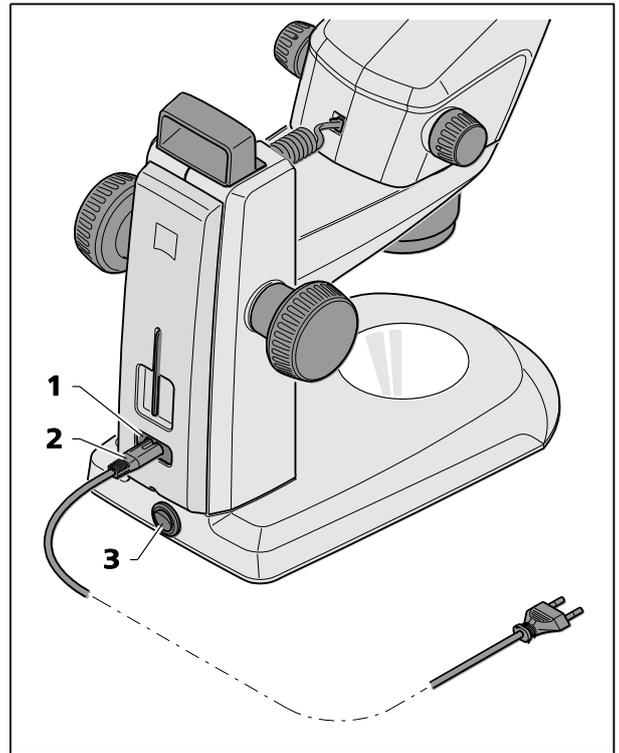

Fig. 17 Connexion du stéréomicroscope
- Insérer le câble d'alimentation (Fig. 17/2) dans la prise d'alimentation (Fig. 17/1) du statif.
- Brancher le câble d'alimentation (Fig. 17/2) sur une prise secteur.
- Utiliser l'interrupteur d'alimentation (Fig. 17/3) pour allumer ou éteindre le stéréomicroscope.